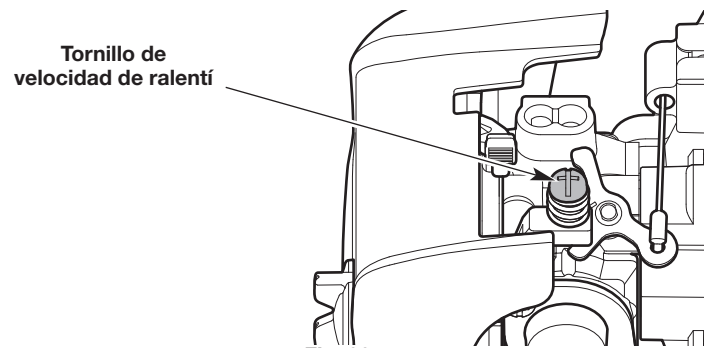

Fig. 33
- Si el motor se para, aumente la velocidad de ralentí. Use un destornillador Phillips pequeño para girar el tornillo de velocidad de ralentí en el sentido de las agujas del reloj, 1/8 de giro cada vez hasta que el motor funciona al ralentí de manera uniforme (Fig. 33).
- Si el cabezal de corte/la cuchilla gira cuando el motor funciona al ralentí, reduzca la velocidad de ralentí. Gire el tornillo de velocidad de ralentí en el sentido contrario a las agujas del reloj, 1/8 de giro cada vez, hasta que se detenga el cabezal de corte/la cuchilla (Fig. 33).